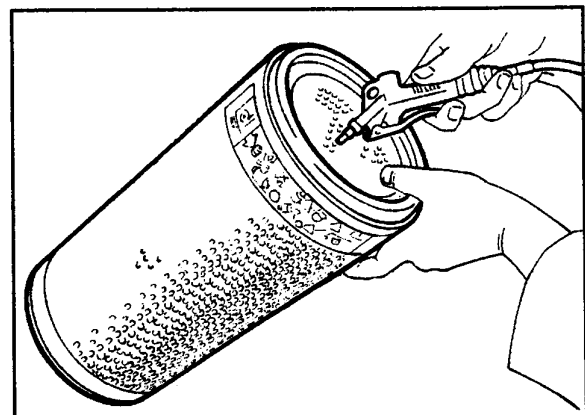

Fig.5-13 - Limpieza filtro mediante aire comprimido (Pres. max. 4bar).
- con un chorro de aire comprimido inferior a 5,9 bar (6Kg/cm²) de presión, orientado hacia el externo del mismo (Fig. 5-13);